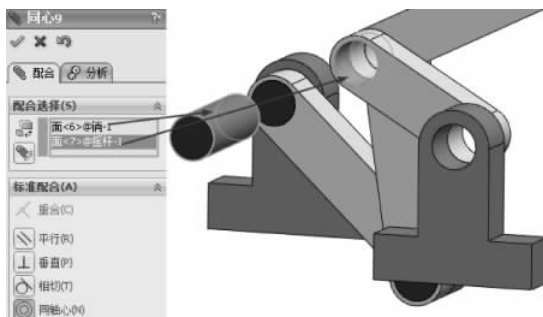

图 3-195 同轴心配合
(27) 选择【标准配合】选项组下的【同轴心】配合类型 ,在【要配合的实体】选择框  中选择如图 3-195 所示的面,其他保持默认,单击【确定】按钮 ,完成同轴心配合。